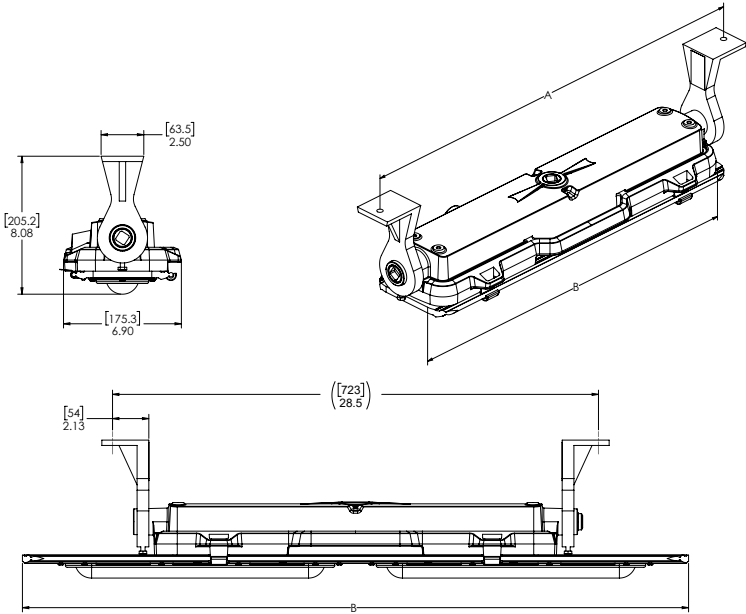

Figure 2. Installation au plafond ou au mur
- 2. Marquer et percer des trous pour fixer les supports d’extrémité. Utiliser deux (2) fixations de 1/4 po de diamètre (fournies par le client) aux entraxes (voir figure 2). Il est recommandé d’utiliser de la quincaillerie en acier inoxydable dans les endroits présentant des problèmes de corrosion.
- 3. Le luminaire est maintenant prêt à être installé. Il est fortement recommandé de faire appel à deux (2) ouvriers qualifiés pour procéder au montage final du luminaire. Il est recommandé d’éviter toute blessure personnelle ou tout dommage au luminaire.